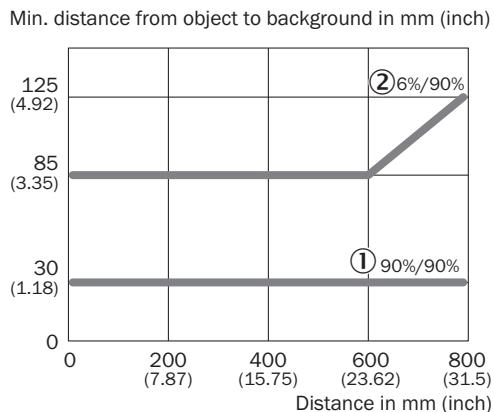

図 53: 対象物から背景への最小距離
5. 検出距離および対象物または背景への距離、ならびに対象物の反射率に注意してください。 参照 図 53, ページ 148